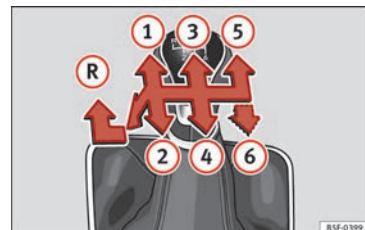

Fig. 42 Esquema de un cambio manual de 5 marchas o bien de 6 marchas.
En la palanca de cambios se indican las posiciones de las marchas » **fig. 42**.
- Con la palanca de cambios en punto muerto, presiónela hacia abajo, muévela a la izquierda hasta el final y después hacia delante para seleccionar la marcha atrás » fig. 42 R.